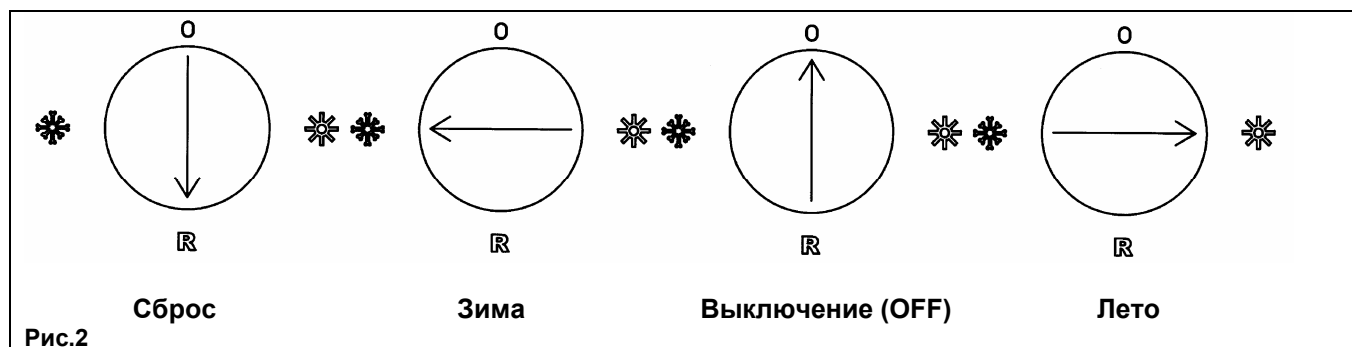

Рис.2
- 4) поставить переключатель режимов соответственно на летний (☼) или зимний (❄) режим (Рис.2);
- 5) для включения горелки установите необходимые значения температуры с помощью регуляторов температуры системы отопления (2) и горячей санитарной воды (1).
Переключатель режимов (Рис.2)
Необходимо, чтобы во время этой операции переключатель режимов (Рис.2) находился в положении OFF (0).
Для выключения котла необходимо отключить электропитание прибора. Когда переключатель режимов (Рис.2) находится в положении «0» котел выключается (на дисплее высвечивается надпись OFF), но электрический контур котла остается под напряжением и активизируется функция «защита от замерзания» (глава 9).
Для ПЕРЕЗАПУСКА котла установите переключатель режимов (Рис.2) на 2 сек в положение «R». При повторных срабатываниях данного устройства обратитесь в обслуживающую организацию.
Для осуществления новой попытки перезапуска котла необходимо установить переключатель режимов (Рис.2) на несколько секунд в положение OFF
Внимание! Если переключатель режимов (Рис. 2) находится в положении "зима" (❄), возможно, придется подождать несколько минут при каждом срабатывании регулятора температуры системы отопления (позиция 2 Рис.1). Для того, чтобы горелка повторно загорелась без задержки, переведите переключатель режимов в положение "0" и затем снова в положение "зима" (❄).